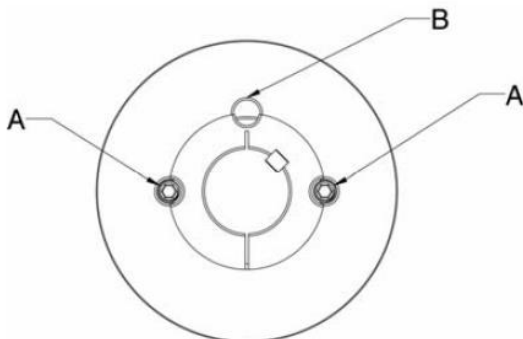

Рисунок 27. Шкив с втулками № 1008 - 3030
1. Извлеките винты с внутренним шестигранником из отверстий с маркировкой «А» (Рис. 27 или 28)